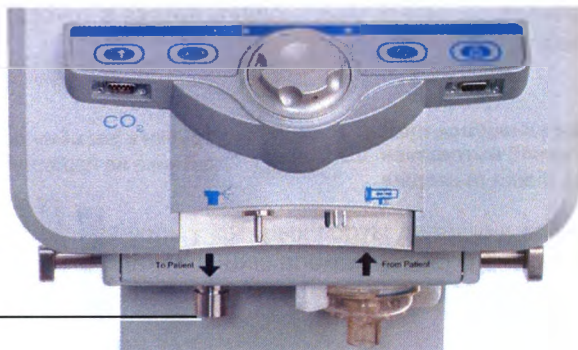

Рисунок 14: Подключение небулайзера
2. Магистраль небулайзера присоедините к штуцеру “Небулайзер” на передней панели аппарата (Рисунок 14).